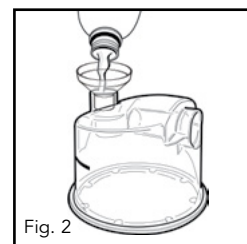

Fig. 2
- c. Llene la cámara hasta la marca de llenado con agua destilada solamente (Fig. 2).